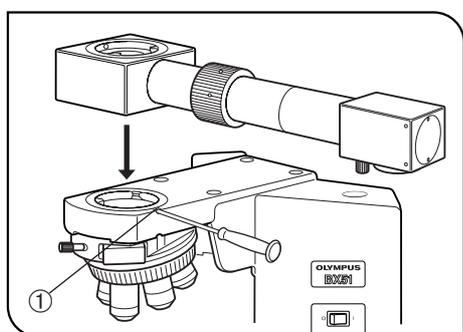
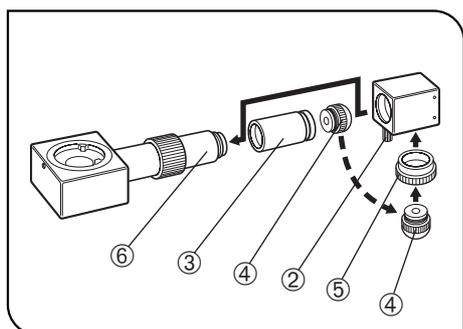

Fig. 1
Fig. 2
(Fig. 1)
1. Con il cacciavite a brugola fornito con il microscopio, svitare completamente la vite di bloccaggio ① dello stativo.
3. Ruotare e il dispositivo da disegno in modo che la parte esterna contenente lo specchio venga a trovarsi sul lato destro o sinistro osservando il microscopio frontalmente. (La Fig. 1 mostra l'installazione sul lato destro.)
4. Avvitare a fondo la vite di bloccaggio ① con il cacciavite a brugola.
- ★ Possibilmente non utilizzare l'adattatore della lente (⑤ nella Fig. 2) che provoca una vignettatura dell'immagine disegnata.
(Fig. 2)